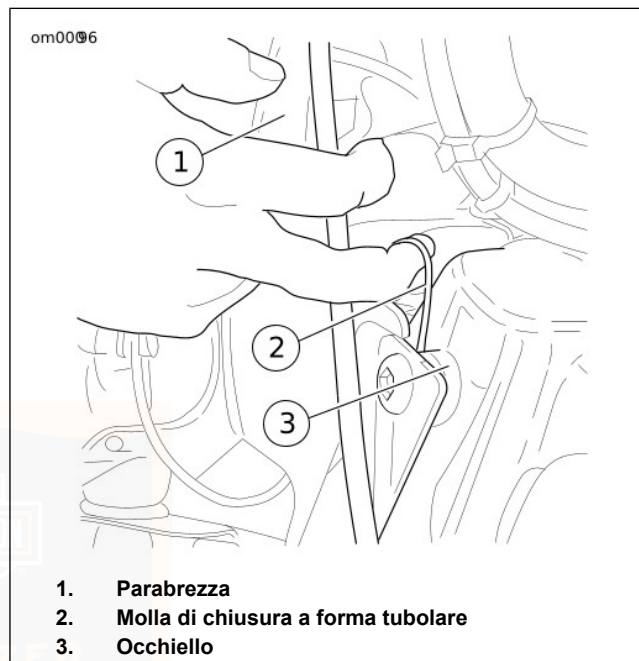

Figura 17. Parabrezza
1. Vedere Figura 17. Inserire le dita nelle molle di chiusura sui due lati del parabrezza e spostare in avanti la PARTE SUPERIORE del parabrezza, sino a far fuoriuscire dagli occhielli le tacche SUPERIORI della staffa.
1. Vedere Figura 17. Inserire le dita nelle molle di chiusura a forma tubolare sui due lati del parabrezza e far scorrere le tacche INFERIORI della staffa del parabrezza sugli occhielli inferiori.